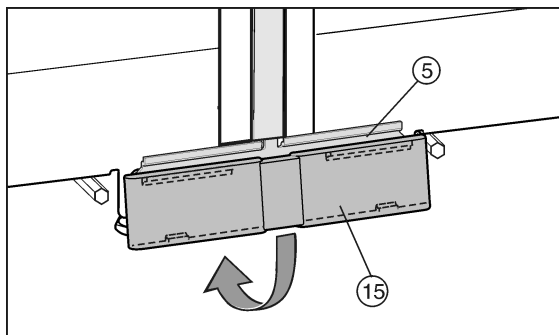

Fig. 28
- Coloque la cubierta Fig. 28 (15) inferior desde arriba sobre la chapa de unión Fig. 28 (5) y encájela en la parte inferior.